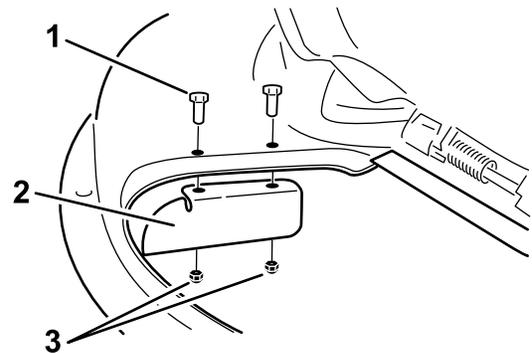

Bild 29
- Befestigen Sie das Versatzablenklech am Mähwerk (Bild 29).
3. Entfernen Sie das Versatzablenkblech vom Mähwerk (Bild 29).